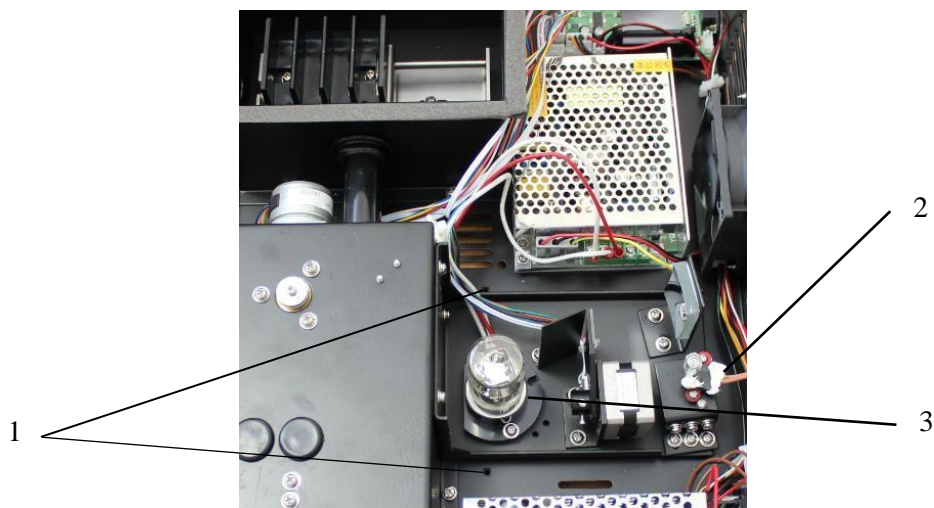

Рисунок 35. Замена лампы
3.1.6. Замените вышедшую из строя лампу на новую на спектрофотометре (Рисунок 35).